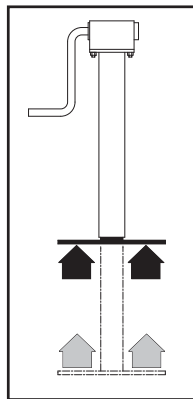

fig.2
- 3) De handmatige (MT) of elektrische (DS) bedieningen van de services proberen : openen deur freesrotatie stijging en daling schrapper stijgen pootje rotatie vijzel, etc.
- 4) Alvorens de machine te bewegen, het draagpootje terugtrekken (fig.2).